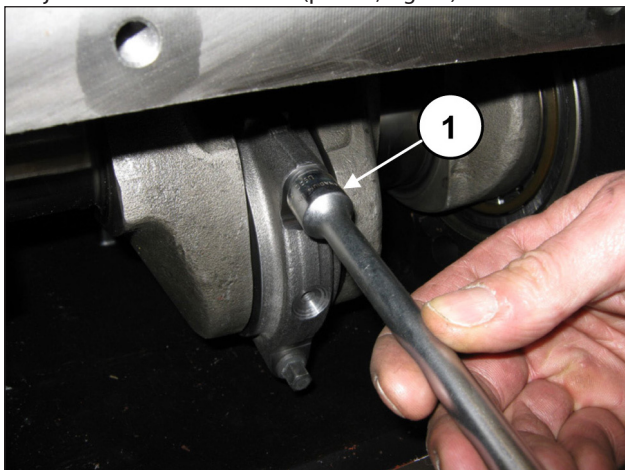

Fig. 17
Aflojar los tornillos de la biela (pos. ①, Fig. 17).